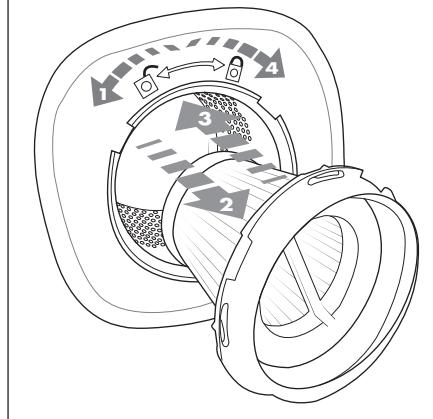

Fig. 5
- le rouleau brosse ⑮.
- 3) Tournez le filtre EPA 6 vers la gauche en direction du symbole ☒ (ouvert), jusqu'à ce qu'il se détache avec un bruit de déclic et tirez-le hors du filtre grossier 7 (fig. 5).
- 6) Remettez d'abord en place le filtre grossier 7 puis le filtre EPA 6. Lorsque vous insérez le filtre EPA 6, veillez à ce que les trois évidements du filtre EPA 6 coïncident avec les trois ergots de retenue du filtre grossier 7. Tournez le filtre EPA 6 vers la droite en direction du symbole ☑ (fermé), jusqu'à ce qu'il s'enclenche avec un bruit de déclic (fig. 5).
- 7) Remettez le bac à poussière ⑧ sur la partie portable ② en glissant d'abord le cran de retenue inférieur sur la partie portable ② dans l'évidement sur le bac à poussière ⑧. Ensuite, glissez la partie supérieure du bac à poussière ⑧ sur la partie portable ② jusqu'à ce que le bac à poussière ⑧ s'enclenche et soit bien fixé.